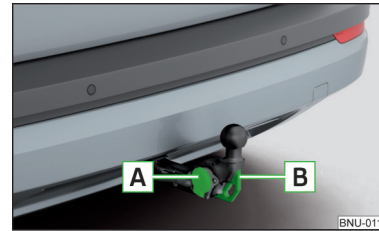

Fig. 290
- desfaceți capacul de protecție al prizei și introduceți fișa remorcii (accesoriilor) în priza cu 13 pini **A** » fig. 290. (În cazul în care remorca/accesoriile dispun de o fișă cu 7 pini, puteți folosi un adaptor corespunzător, din gama de accesorii originale ŠKODA).